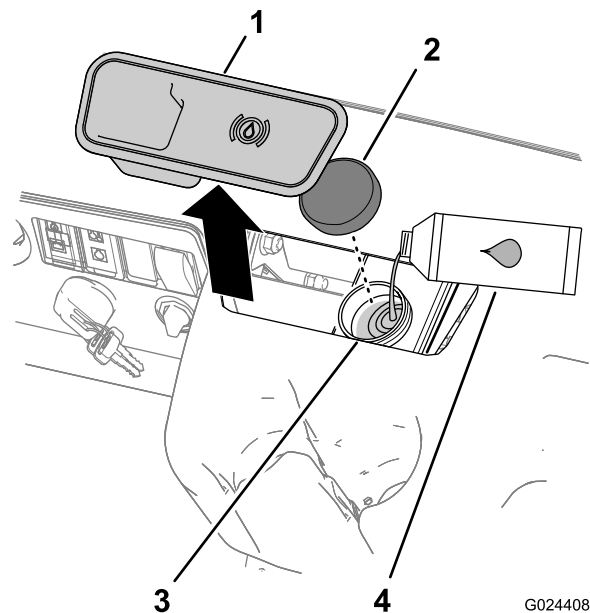

Figura 13
2. Retire a tampa de borracha do centro e da parte superior do painel para obter acesso ao cilindro e reservatório do travão principal (Figura 13).
- A. Limpe a zona em redor da tampa do reservatório e retire-a (Figura 13).
- C. Coloque a tampa do reservatório (Figura 13).